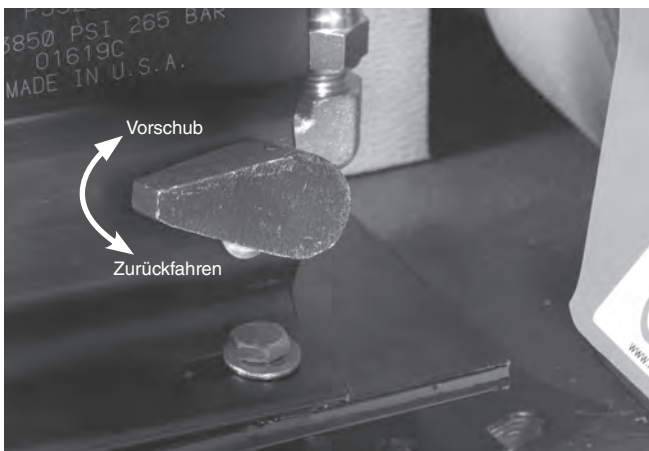

Abbildung 9 - Position des Pumpenfreigabe-Hebels
- Um die Nutrolle zurückzufahren, bewegen Sie den Pumpengriff in die Zurückfahrposition. *Siehe Abbildung 9.*